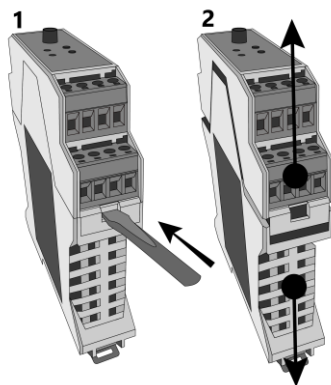

Fig.4. Rimuovere il coperchio
- Aprire la custodia del controller come mostrato in fig. 4: